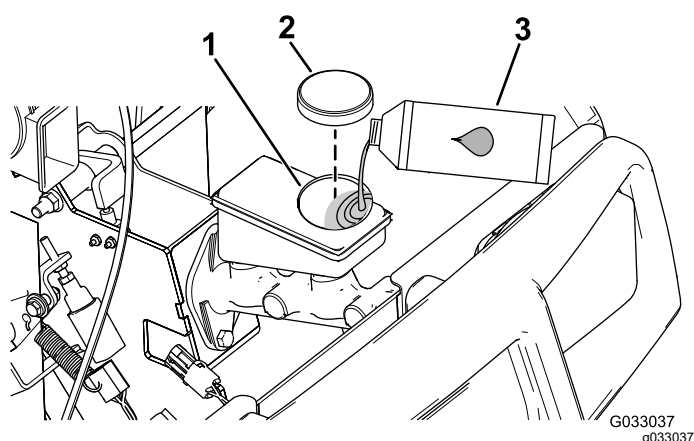

Figura 67
4. Sollevate il cofano per avere accesso al cilindro del freno principale e al serbatoio (Figura 67).
- A. Pulite l'area intorno al tappo del serbatoio e togliete il tappo (Figura 67).
- C. Montate il tappo sul serbatoio (Figura 67).